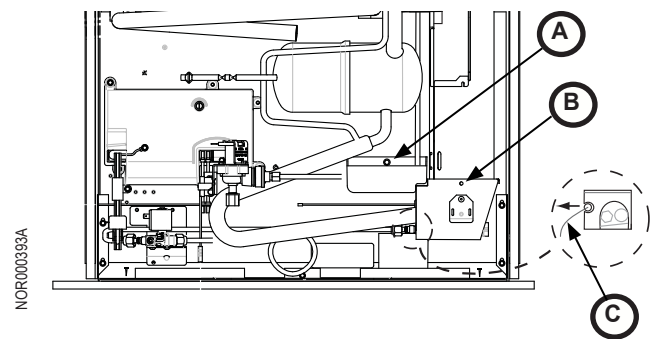

Fig. 6 - Zone du brûleur
1. Enlevez la vis retenant l'égouttoir (Fig. 6, A).
2. Enlevez la vis du couvercle du brûleur (Fig. 6, B). Enlevez le capot.
3. Tirez le fil d'allumage (Fig. 6, C) à travers de la bague. Mettez le capot de côté.